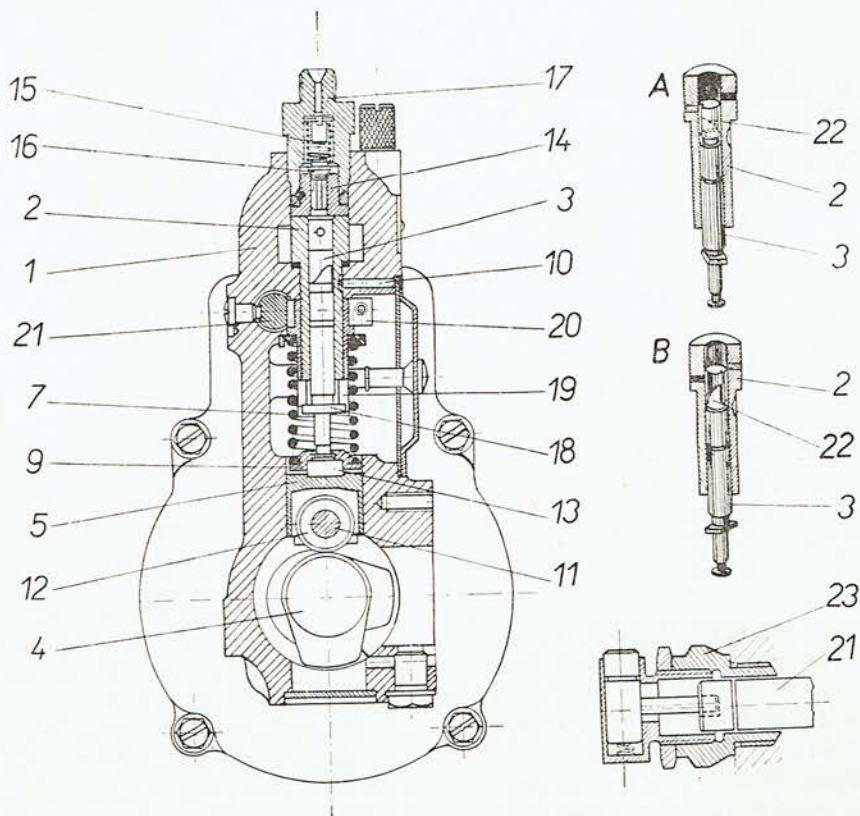
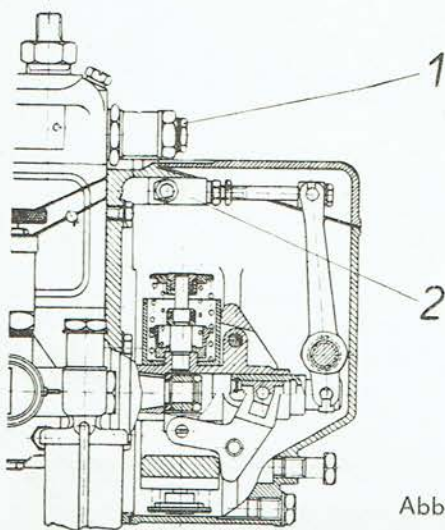
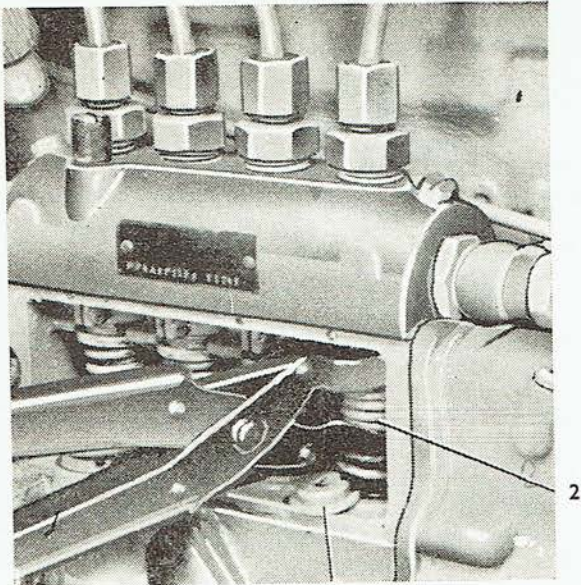

Abb. 25
Abb. 26
Abb. 28
Aufgabe der Einspritzpumpe ist, in die Zylinder des Motors Kraftstoff unter hohem Druck einzuspritzen und das im bestimmt geeigneten Zeitpunkt und in richtiger Menge. Im Einspritzpumpengehäuse (Abb. 25/1) sind die Arbeitszylinder (2) der Pumpe, in de-
Auf der entgegengesetzten Seite der Kraftstoffzufuhr in den Saugkanal ist ein Überdruckventil (Abb. 26/1) angeordnet, welches im Saugkanal gleichmässigen
Bei Anlassen des Motors mit Benützung des Kraftstoff-Anreicherers (Abb. 25/23), der als Anschlag der Regelstange (Abb. 25/21) an die Pumpe montiert ist, wird ein maximales Herausschieben der Regelstange für maximale Fördermenge mit max. verzögertem Einspritzbeginn erzielt. Auf der entgegengesetzten Seite des Antriebes ist ein Leistungsregler (Abb. 26) eingebaut, der zur Regelung der Motorleistung bei erhöhter Betriebsdrehzahl dient. Sein Bereich ist durch das Verhältnis der minimalen und maximalen Drehzahl gegeben. Bei eingestellter Drehzahl regelt der Regler die Menge des in den Motor eingespritzten Kraftstoffes der abgenommenen Leistung gemäss. Abfall oder Anstieg der Drehzahl bei grösserer Belastung oder Entlastung des Motors werden als Unregelmässigkeiten des Leistungsreglers bezeichnet. Wird die Exzenterwelle vom Bedienungsort aus auf eine bestimmte Drehzahl eingestellt, verschiebt der Regler, der augenblicklichen Belastung des Motors gemäss, die Regelstange (Abb. 26/2) der Pumpe in jene Lage, welche dieser Drehzahl entspricht.
3. Der Schraubstutzen ist auszuschrauben (Abb. 25/17), der Füller (Abb. 25/16) und die Feder sind herauszunehmen.
3. Mit Hilfe einer Spezialzange (Abb. 28) wird die Kolbenfeder (Abb. 28/2) zusammengedrückt und
der untere Federteller (Abb. 28/3) herausgenommen. Der Stößel (Abb. 25/5) muss sich in unterer Lage befinden.